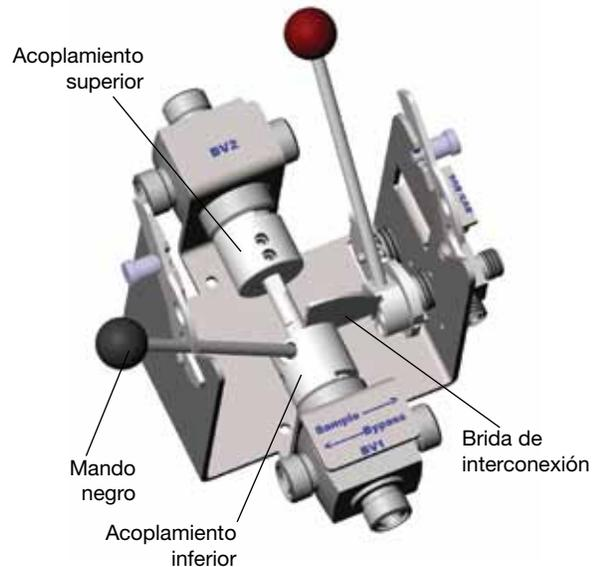

Fig. 1
1. Ponga el FLM en modo bypass moviendo el mando negro (BV1/BV2) a la izquierda. Fig 1.
4. Configuraciones 3 y 4 - Abra la válvula de purga (PV).
6. Compruebe leyendo el manómetro (PI) que el FLM está despresurizado.
1. Gire el mando negro a la izquierda para poner el sistema en modo bypass. Fig. 1.